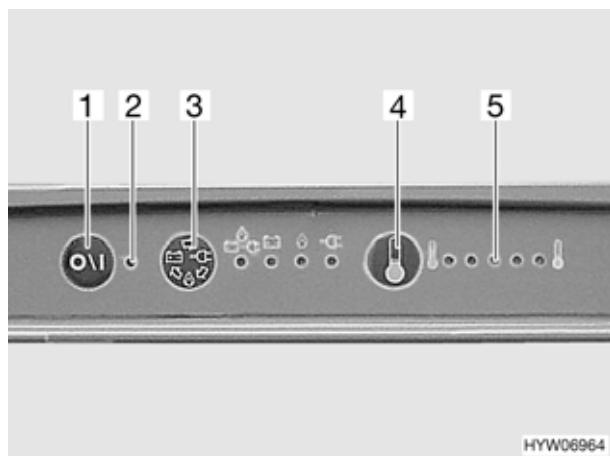

Fig. 134 Elementi di comando del frigorifero
Se l'alimentazione a 230 V non è allacciata e il motore del veicolo è spento, il sistema SES seleziona il rifornimento di gas. Selezionando il funzionamento a gas, il dispositivo di sicurezza si apre automaticamente, così che il gas possa fluire al bruciatore. Contemporaneamente si inserisce l'accenditore elettronico. Se la fiamma del gas si spegne, per esempio a causa di un colpo di vento, l'accenditore viene subito azionato riaccendendo il gas. In caso di guasto del funzionamento a gas, la luce spia (Fig. 134,2) diventa rossa e lampeggiante.
- Nelle aree di servizio è vietato l'uso di impianti a fiamma viva. Nel caso in cui la sosta duri più di 15 minuti, il frigorifero deve essere spento tramite il tasto (Fig. 134,1).
Dopo l'accensione il frigorifero seleziona automaticamente la regolazione intermedia del termostato. Questa regolazione può essere modificata manualmente tramite il tasto (Fig. 134,4). I diodi (Fig. 134,5) indicano la temperatura selezionata sul termostato. Con tale tasto viene regolata la temperatura di refrigerazione per tutti i tre tipi di funzionamento. Ci vogliono alcune ore prima che il frigorifero raggiunga la temperatura normale di esercizio. Cambiando la modalità di funzionamento la regolazione del termostato non viene modificata. La temperatura di raffreddamento è indipendente dal tipo di energia utilizzata.
- Premere il tasto (Fig. 134,1). La luce spia (Fig. 134,2) diventa verde.
- Regolare la temperatura di refrigerazione tramite il tasto (Fig. 134,4). I diodi (Fig. 134,5) indicano la temperatura selezionata sul termostato.
In caso di guasto del funzionamento a gas, la luce spia (Fig. 134,2) diventa rossa e lampeggiata.
Con il tasto (Fig. 134,3) è possibile selezionare manualmente la fonte di energia. Ad ogni pressione sul tasto, la fonte di energia è selezionata nella seguente sequenza:
- Premere il tasto (Fig. 134,1). La luce spia (Fig. 134,2) si spegne.